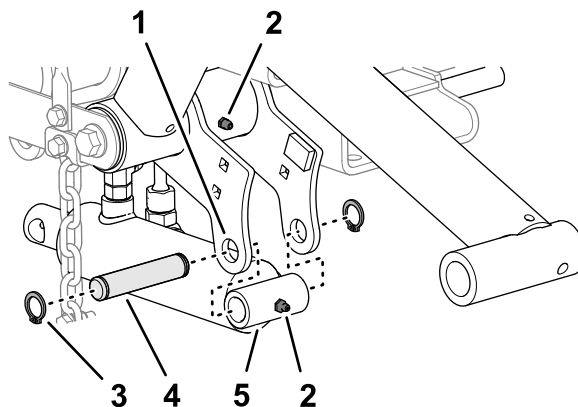

Figura 12
1. Alinee el extremo del tapón del cilindro de elevación con los orificios de las pestañas del brazo de elevación izquierdo (Figura 12).
2. Monte el cilindro en las pestañas con el pasador de montaje y 2 anillos de retención (Figura 12).
3. Aplique grasa de litio N° 2 a los engrasadores del brazo de elevación y del cilindro hidráulico (Figura 12).